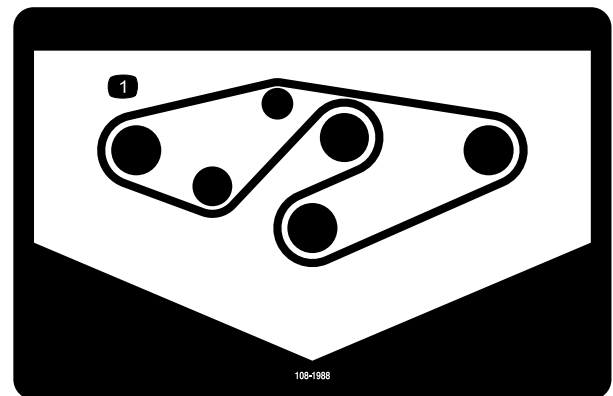

Figura 37
4. Coloque a nova correia nas polias da barra superior e na estrutura da polia intermédia, como se mostra em Figura 37.